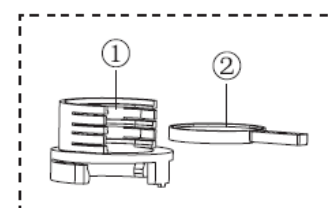

Fig. 20
- Montați suportul filtrului (① în Fig. 20) la iluminare Kohler.
- Introduceți analizorul (② din Fig.20) în suportul filtrului cu partea simbolului în sus.